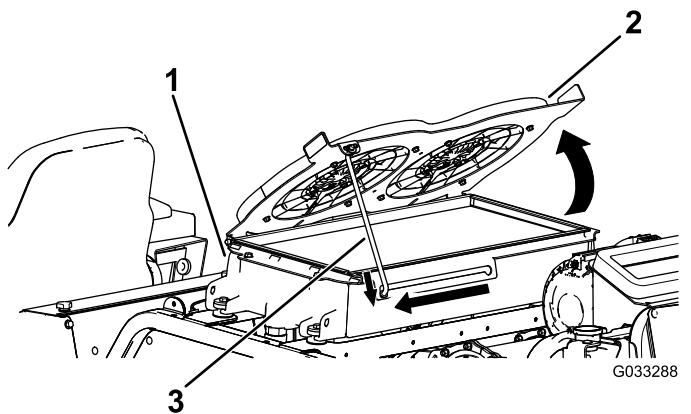

Bild 116
2. Drehen Sie die Hydraulikkühlventilatoren nach oben und arretieren Sie die Stützstange in der Kerbe (**Bild 116**).